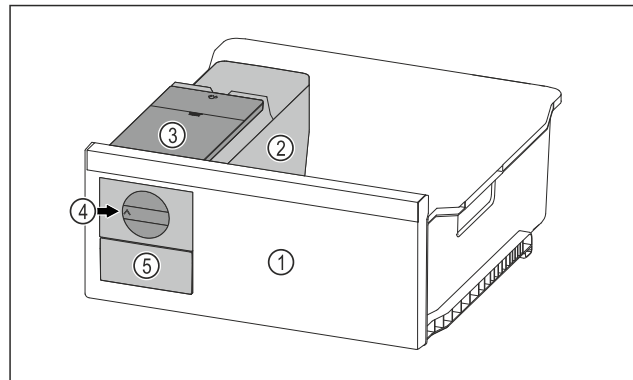

Fig. 97 Voorbeeld
- ▶ Draaiknop Fig. 97 (4) rechtsonder tot aan de aanslag draaien.
- ▷ Ijsblokjes vallen uit de ijsblokjeschaal in de ijsblokjeslade Fig. 97 (5).